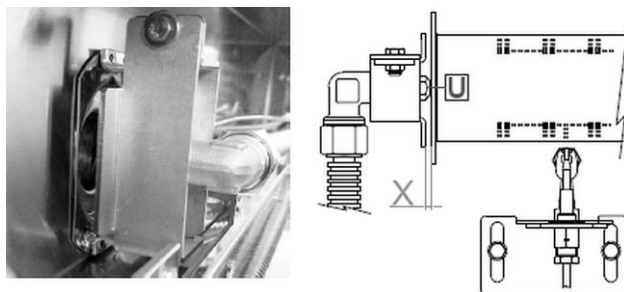

Fig. 23
La distance prévue au réglage de l'air primaire est indiquée sur la fig. 23 et dans le tableau 2 **chapitre « Propriétés techniques » / « Buses et réglages »**
1. Dévisser la buse « U »(fig. 23).